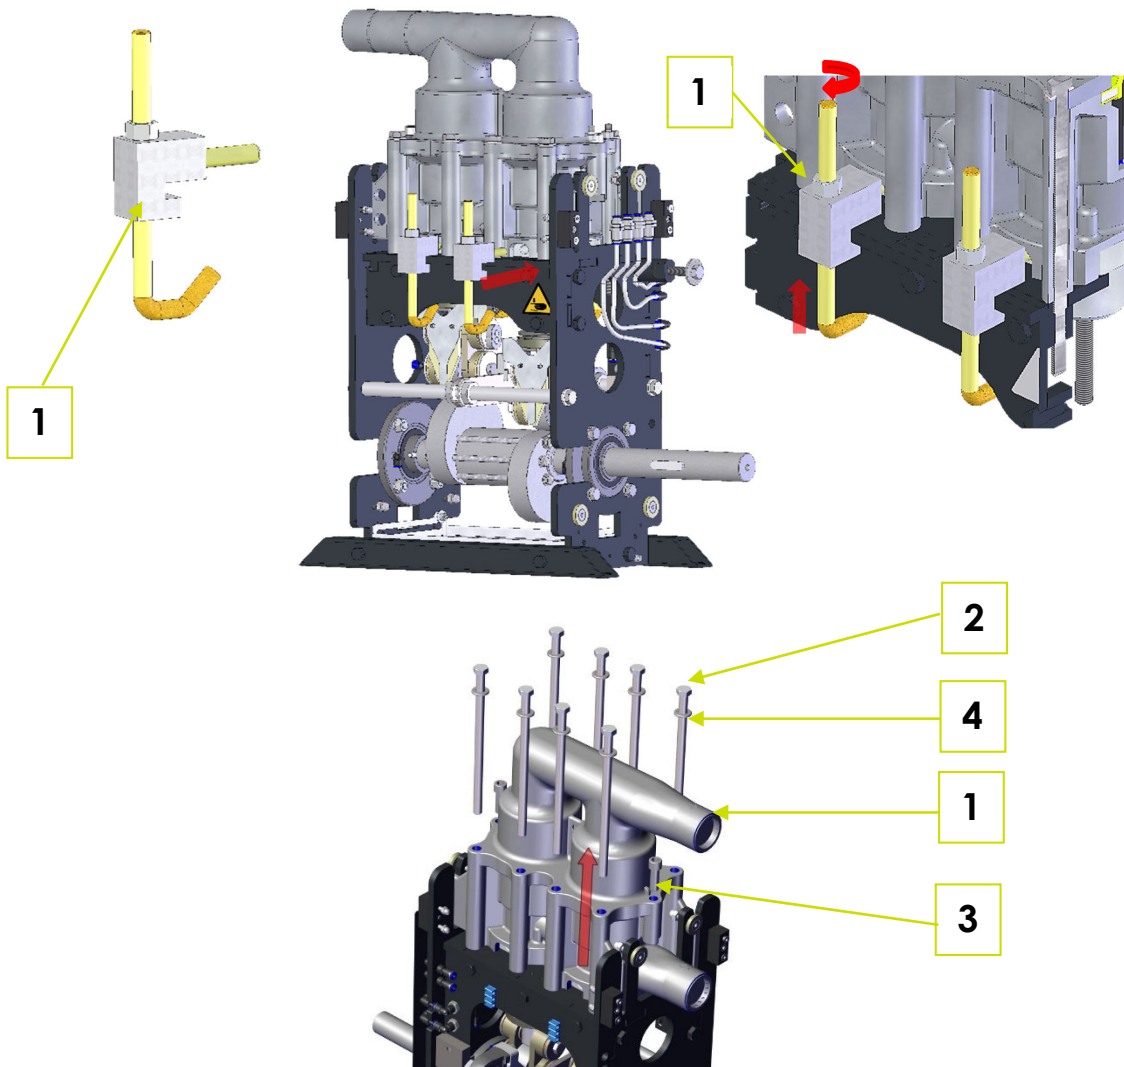

Fig. 5-2: Démontage du couvercle de cylindre
3. Dévisser les huit vis hexagonales M12x220 (2) et les rondelles (4) avec une clé à douille de 19 mm.
4. Dévisser les deux vis à tête cylindrique M12x35 (3) avec une clé Allen de 10 mm.
5. Retirer le couvercle de cylindre (1) vers le haut dans le sens de la flèche (Fig. 5-2 : Démontage du couvercle de cylindre).